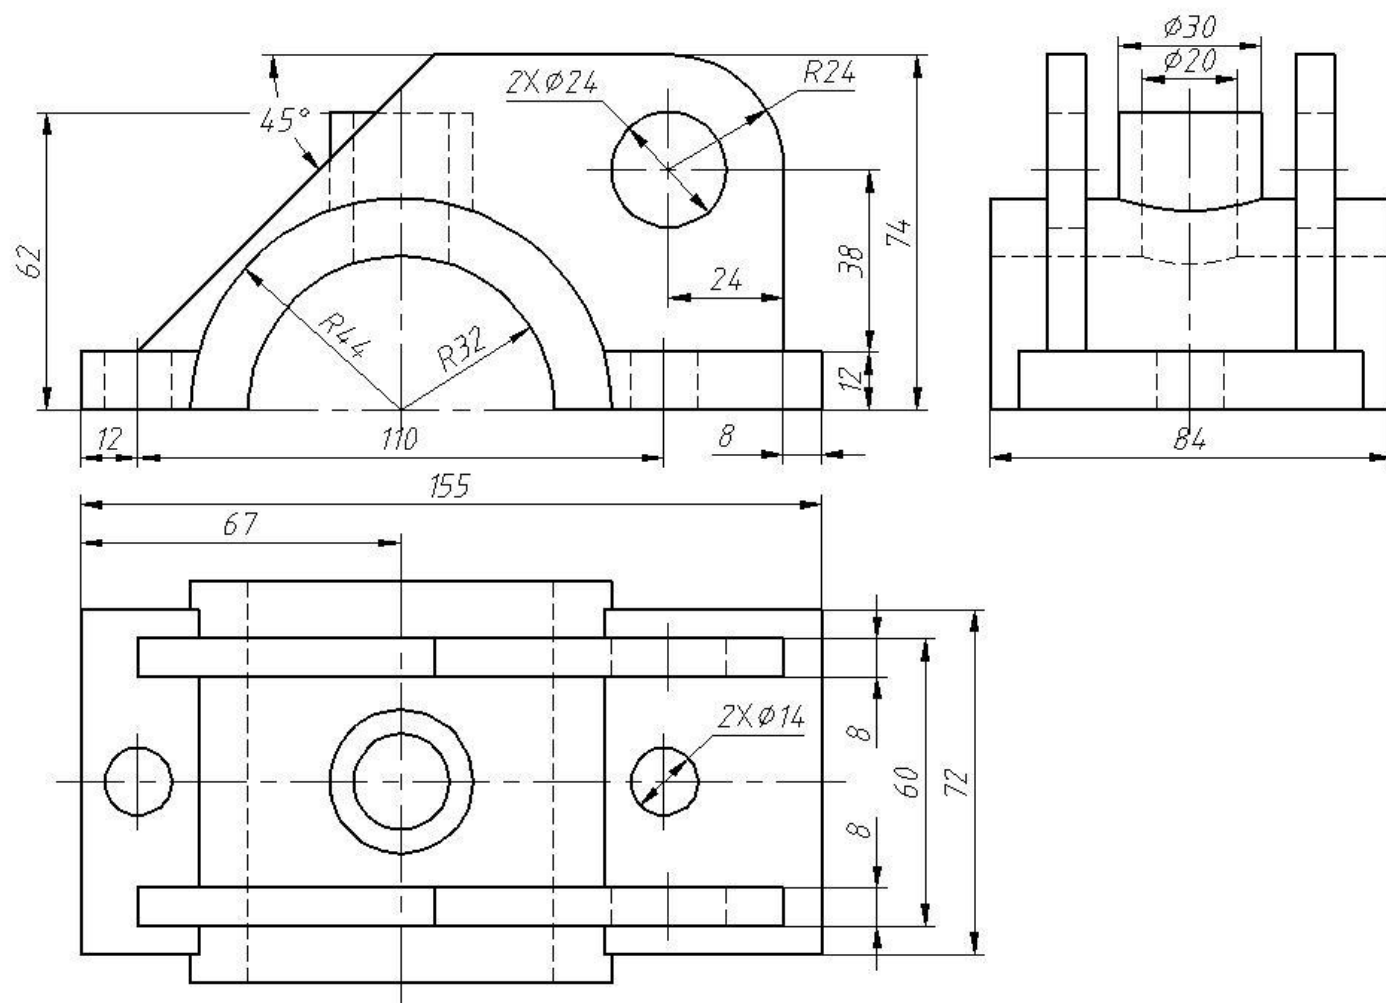

图 3-35 组合体三视图↵
3. 绘制如图 3-35 所示的组合体三视图，并绘制图框和标题栏。↵